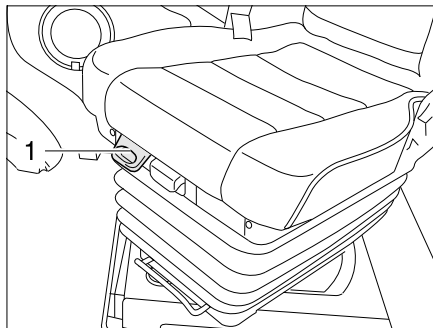

Bild 68 Fahrersitz und Beifahrersitz (SKA)
- Den Hebel (Bild 68,1) zum Drehen des Sitzes ziehen. Der Sitz wird aus der Arretierung gelöst.